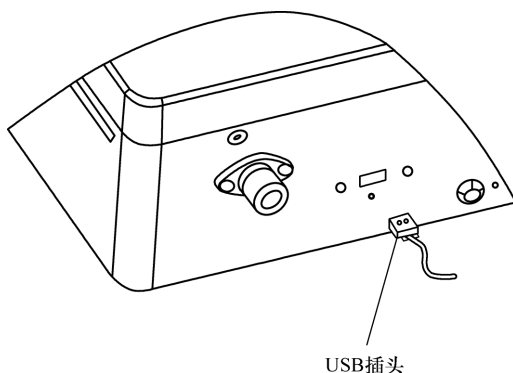

图 7-58 将一氧化碳探测器插口插入 USB 接口
2) 将一氧化碳探测器接口插入 USB 接口（见图 7-58）。